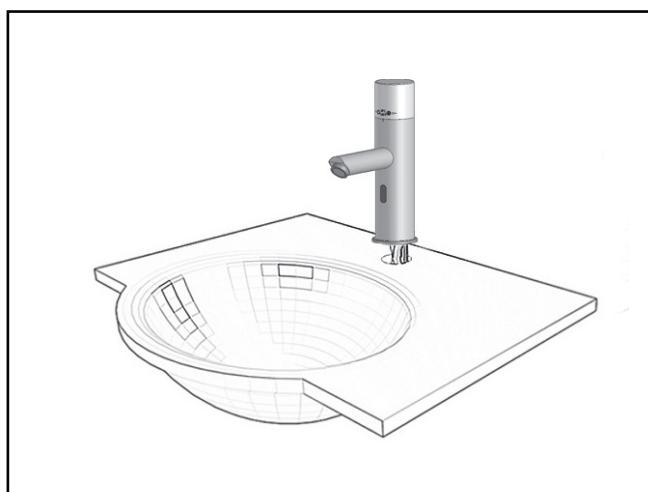

Fig. 1
For above deck mounted sinks, the sensor requires a clearance (see Figures 1 & 2).
- Determine if escutcheon ring is required and drill the anti-rotation hole. See figures 1 & 2. Note the location of the anti-rotation pin depends on whether the escutcheon is used or not.
With Escutcheon (Fig. 1)
Pour les évier à pose en surface, le fonctionnement du capteur nécessite un espace libre. Voir les figures 1 et 2.
- Déterminez si la pose de l'anneau de l'écusson est requise et percez le trou antirotation. Voir les figures 1 et 2. Veuillez noter que l'emplacement de l'axe antirotation dépend de la décision d'ajouter ou non l'écusson.
Avec écusson (Fig. 1)
Con chapetón (Fig. 1)